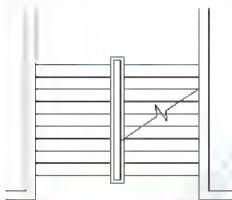
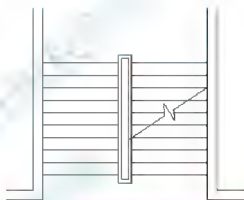

图 2.122 绘制楼梯折断线
图 2.123 修剪与折断线重合的踏步线
成如图 2.122 所示的状态。
⑥ 在命令行输入“TR”并按 Enter 键, 启动【剪切】命令, 将图 2.122 修剪成如图 2.123 所示的状态。